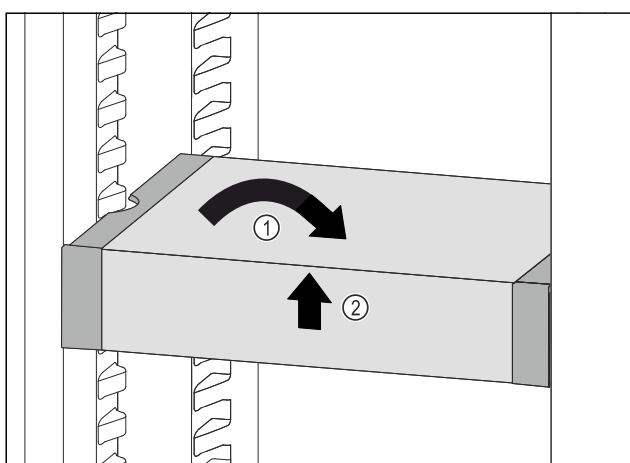

Fig. 132
- 将 VarioSafe 放平。Fig. 132 (1)
- 抬起 VarioSafe 前部。Fig. 132 (2)